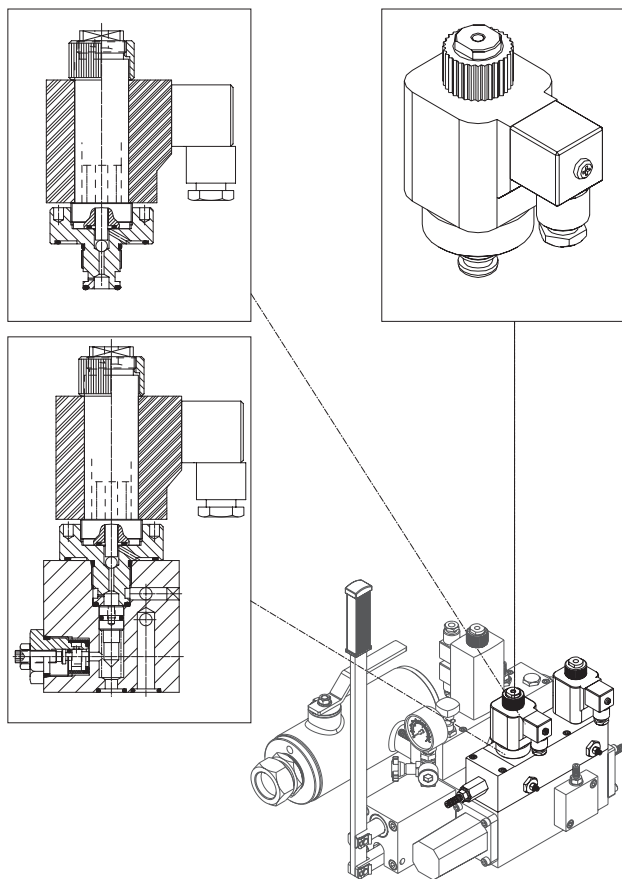

Fig. 55 Bloque de subida para arranque Δ o soft-starter
- Montar en lugar del tapón "A" el dispositivo Δ (Fig. 55), sin cerrar el agujero donde estaba el tornillito "B".